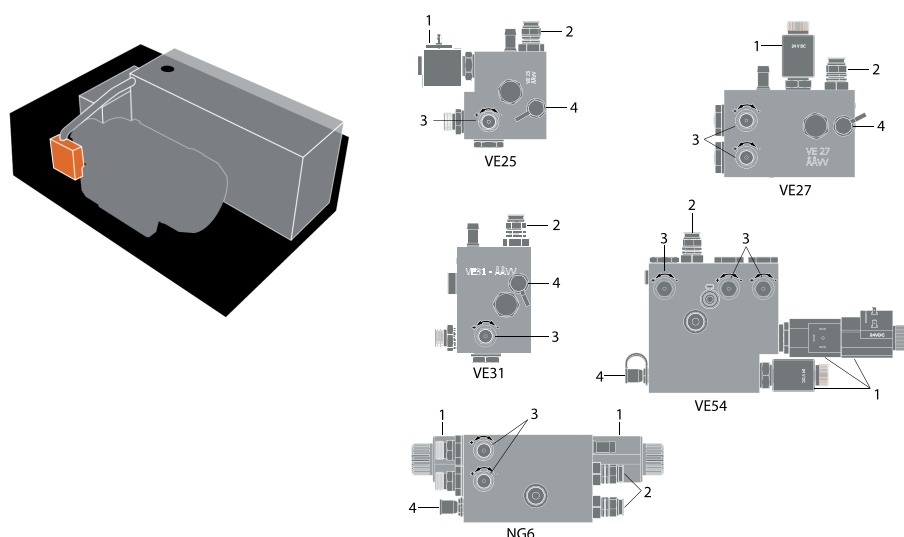

Figure 21 Le distributeur est monté sur le groupe hydraulique. Il existe différents types de distributeurs selon le produit et sa configuration
1. Il existe différents types de distributeurs selon le produit et sa configuration. Identifiez le type de distributeur de votre produit. Voir figure 21.
2. Connectez un manomètre adapté sur la sortie. Voir rep. 4, figure 21. La sortie est équipée d'un capuchon protecteur qui doit être retiré avant connexion.